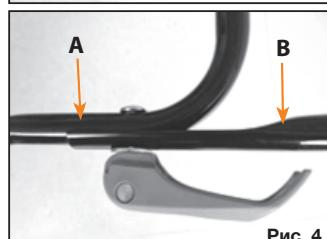

Рис. 4
5. Соедините среднюю часть **A** и верхнюю часть рукоятки **B** с помощью крепежных клипс, болтов и шайб (рис. 4)